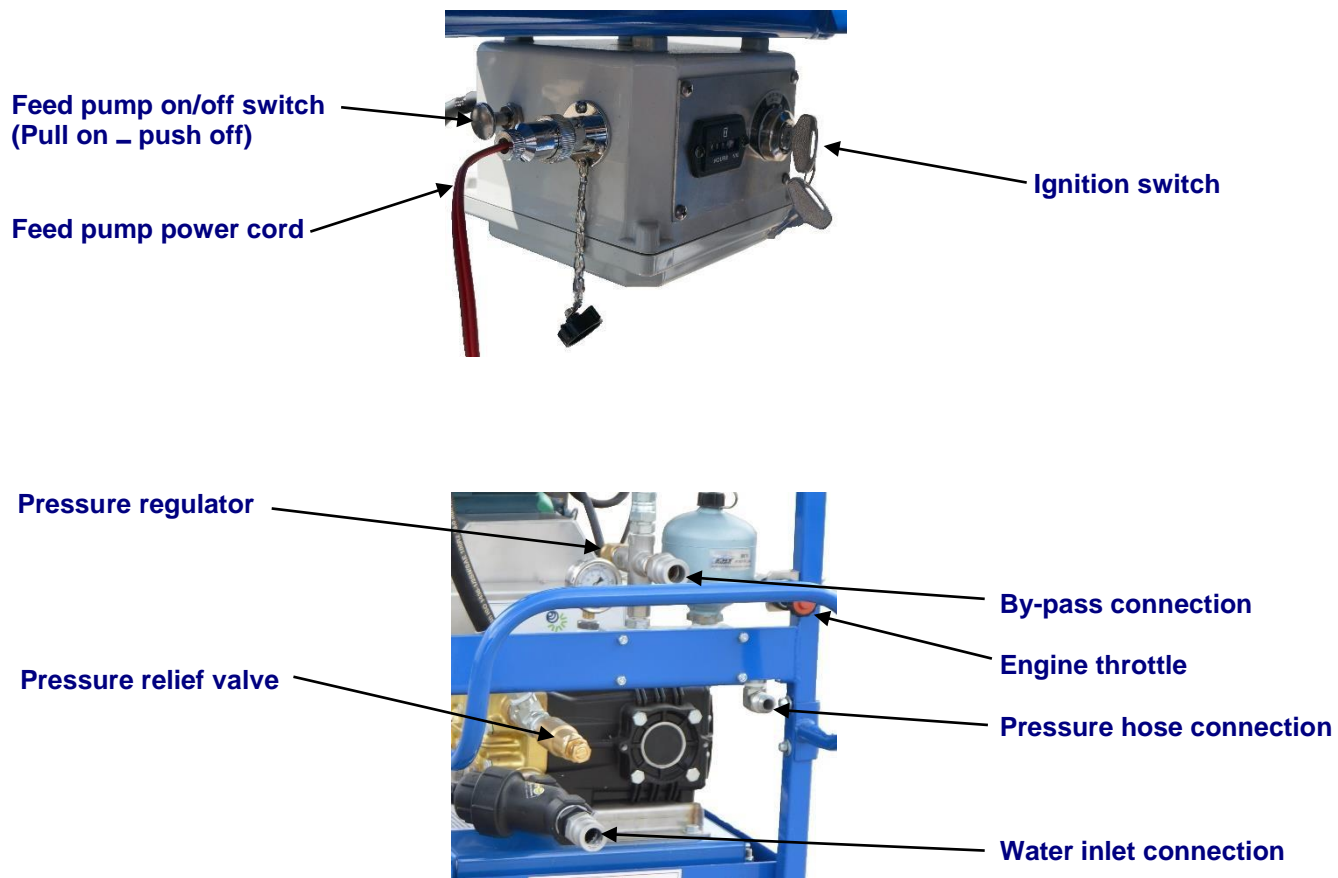

Figura 2.2 – CaviBlaster® 1625-D Conexões de caixa de ignição e mangueira
- 5) Conecte a mangueira de derivação (veja Figura 2.2)
- 6) Conecte a mangueira de pressão (veja Figura 2.2)
A conexão de entrada de água de alimentação está localizada no painel de controle (veja Figura 2.2). Uma bomba de água elétrica submersível é fornecida para fornecer pressão positiva da água de entrada para a bomba de pressão principal. Duas condições de abastecimento de água são aceitáveis para a unidade de potência CaviBlaster®.
- Desligue a ignição do motor (veja Figura 2.2).
- Conecte a tomada de bloqueio de câmera na mangueira de alimentação de PVC transparente de 1-1 / 4 "na conexão de entrada de água (veja Figura 2.2).
- Conecte a ficha elétrica do cabo de alimentação da bomba de alimentação ao receptáculo correspondente (veja Figura 2.2).
- Conecte uma mangueira à conexão bypass (veja Figura 2.2).
- Puxe a chave de ligar / desligar da bomba de alimentação para fora para ativar a bomba de alimentação (ver Figura 2.2).
- Conecte uma tomada de trava de câmera de 1-1 / 4 "na mangueira de abastecimento de água à conexão de entrada de água (veja Figura 2.2).